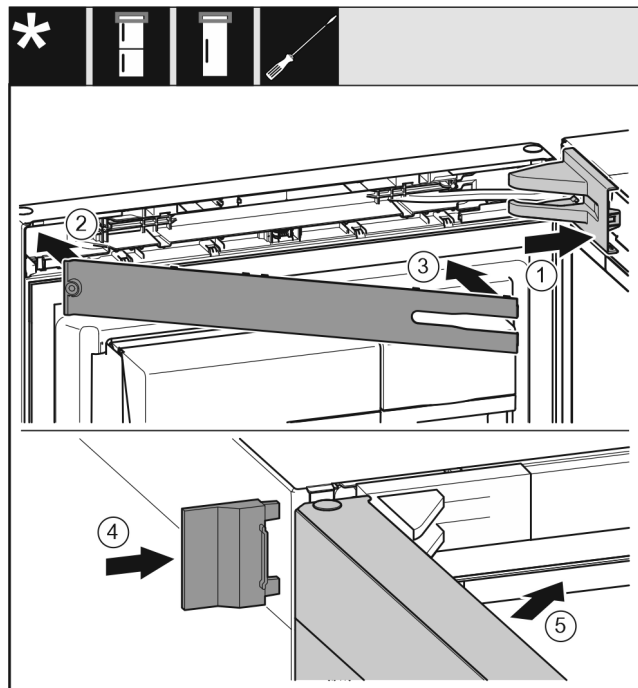

Fig. 39
- ▶ Lagerbockabdeckung Fig. 39 (1) aufsetzen und einrasten, ggf. vorsichtig auseinanderdrücken.
- ▶ Blende Fig. 39 (2) aufsetzen.
- ▶ Blende Fig. 39 (3) einschwenken und einrasten.
- ▶ Äußere Abdeckung Fig. 39 (4) aufschieben.
- ▶ Obere Tür Fig. 39 (5) schließen.